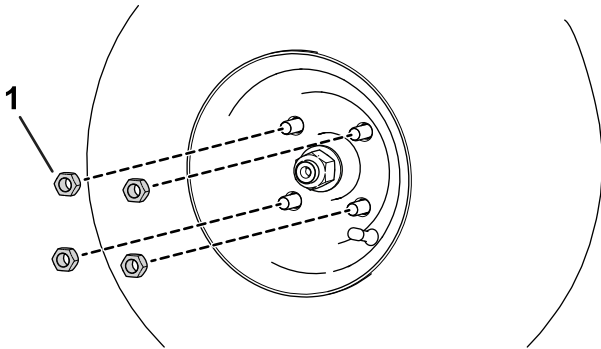

Рисунок 10
2. Заверните зажимные гайки колес (Рисунок 10).